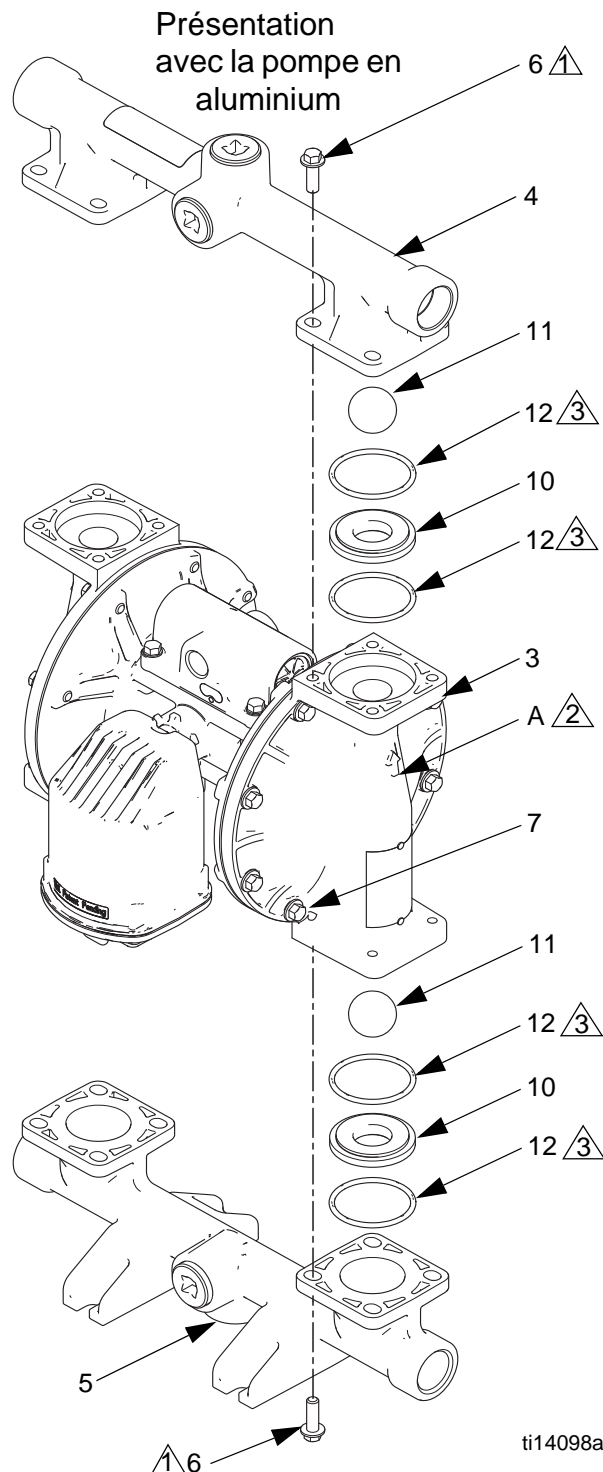

FIG. 7. Ensemble de clapet anti-retour à bille
3. Utilisez une clé à douille de 10 mm pour retirer les fixations (6) du collecteur de sortie. Consultez FIG. 7.
4. Retirez les joints toriques (12, *non utilisés sur certains modèles*), les sièges (10) et les billes (11).
5. Retournez la pompe et retirez le collecteur d'entrée. Retirez les joints toriques (12, *non utilisés sur certains modèles*), les sièges (10) et les billes (11).
2. Remontez dans l'ordre inverse en tenant compte des remarques sur la FIG. 7. Assurez-vous que les clapets anti-retour à bille (10-12) et les collecteurs (4, 5) sont montés **exactement** comme illustré. Les flèches (A) sur les couvercles à fluide **doivent** être tournées vers le collecteur de sortie (4).